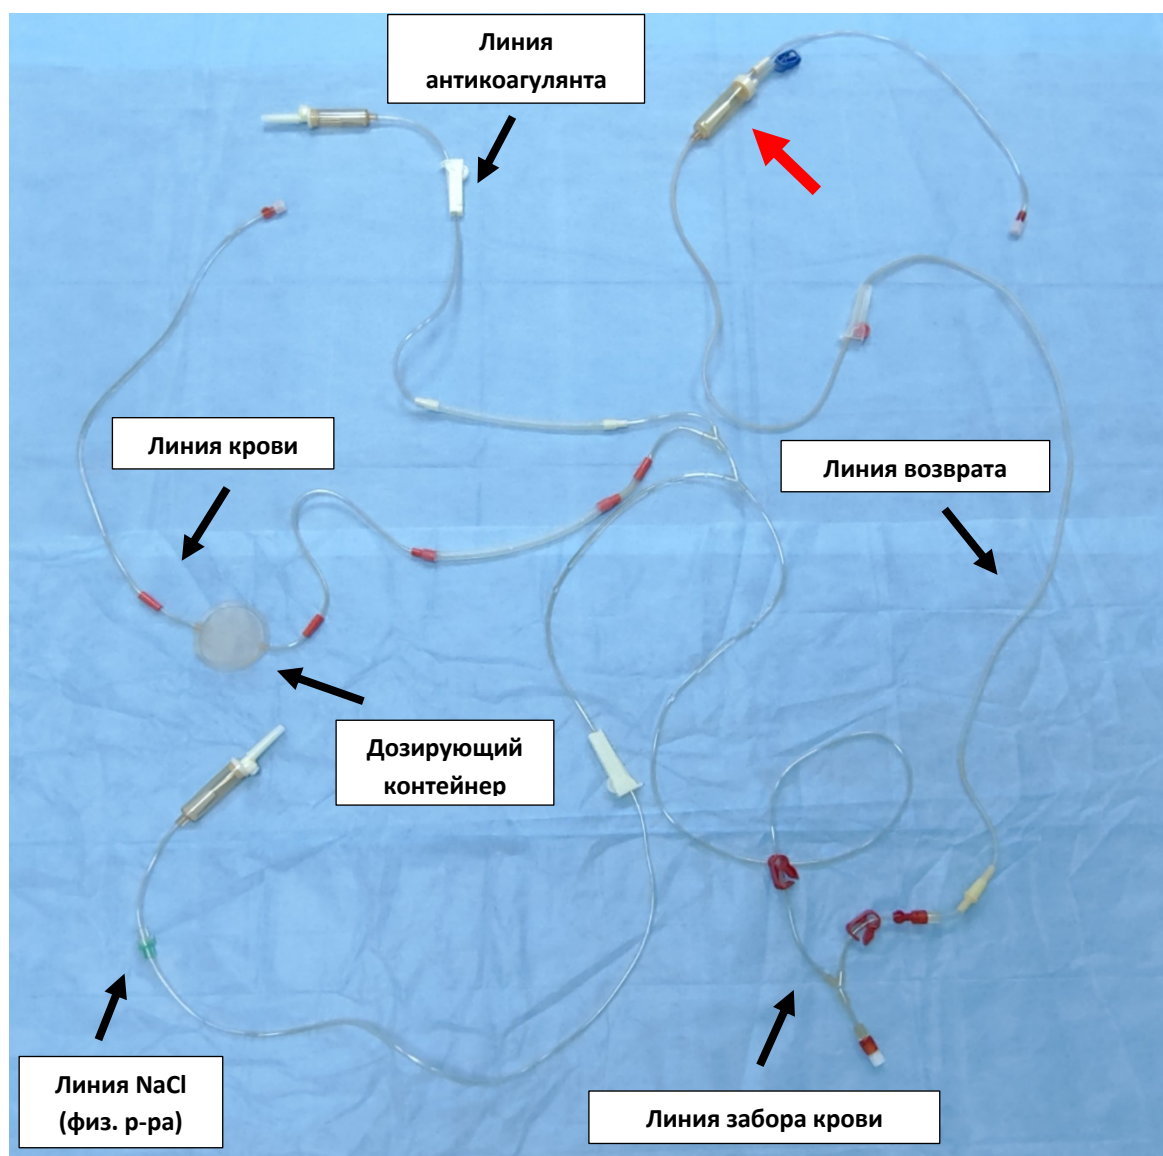

Рисунок 2.1
- 2.1. Расположите элемент 2 магистрали на стерильной поверхности. Найдите на линии возврата воздушную ловушку (отмечена красной стрелкой на рис. 2.1)